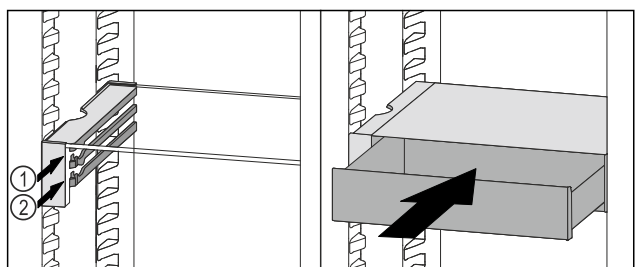

Fig. 121
- ▶ Założyć szufladę VarioSafe za stoperami na wybranych żebrowach Fig. 121 (1) lub Fig. 121 (2).